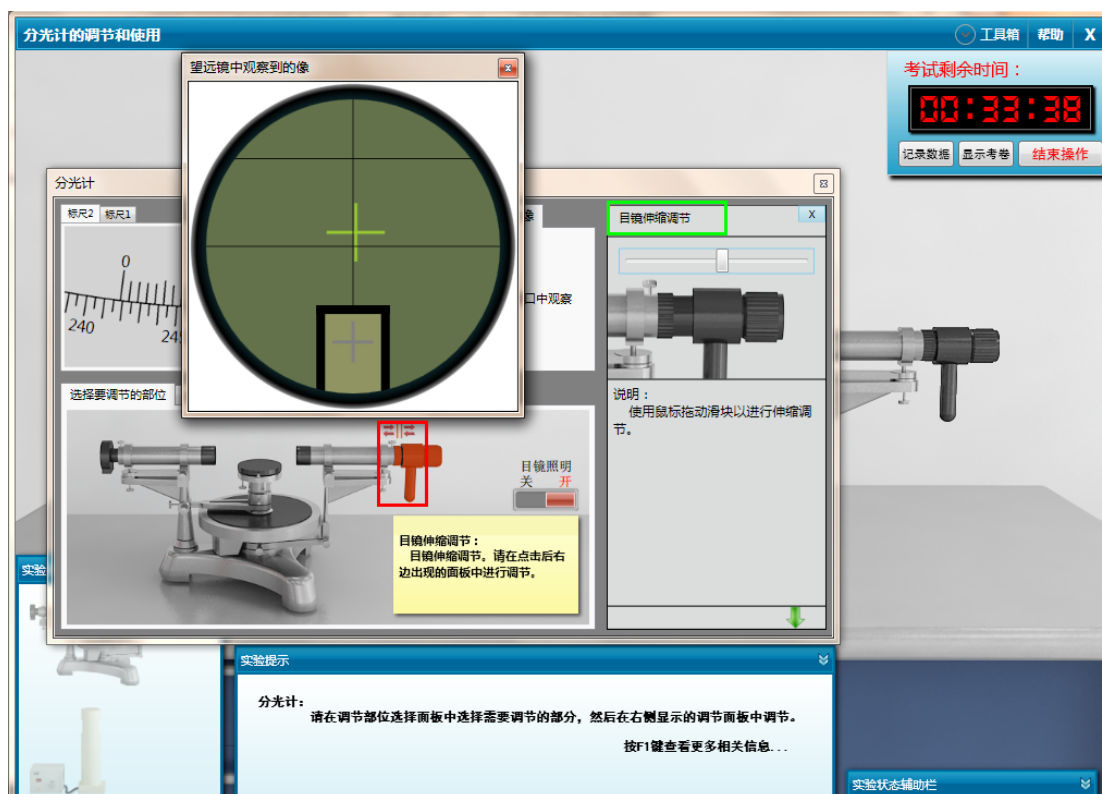

图 18
7. 转动游标盘使望远镜的观察窗口中出现绿十字像，点击图 18 中红色方框中的区域弹出目镜的伸缩调节区域，并进行目镜伸缩调节使绿十字清晰。